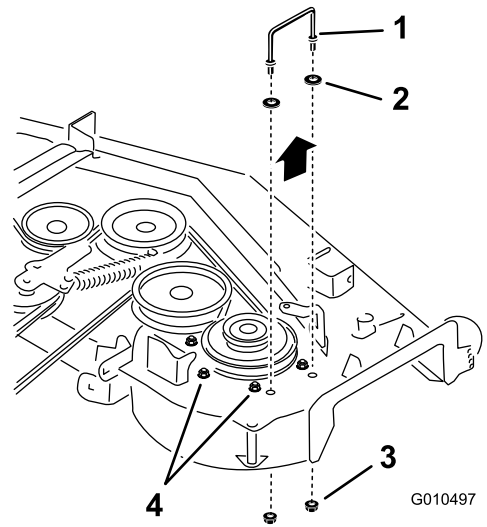
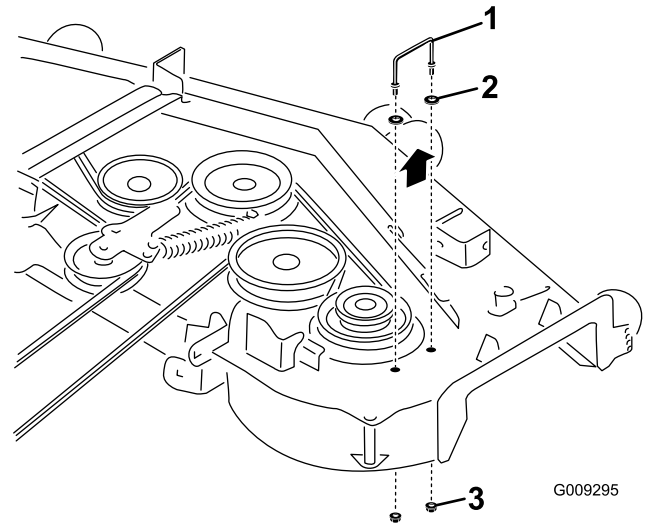

Figure 5
Figure 6
3. **Plateaux de coupe de 122 cm et 132 cm seulement** : desserrez les boulons qui fixent l'axe droit au plateau de coupe (Figure 5).
4. Déposez le support du protège-courroie droit existant (Figure 5 et Figure 6).